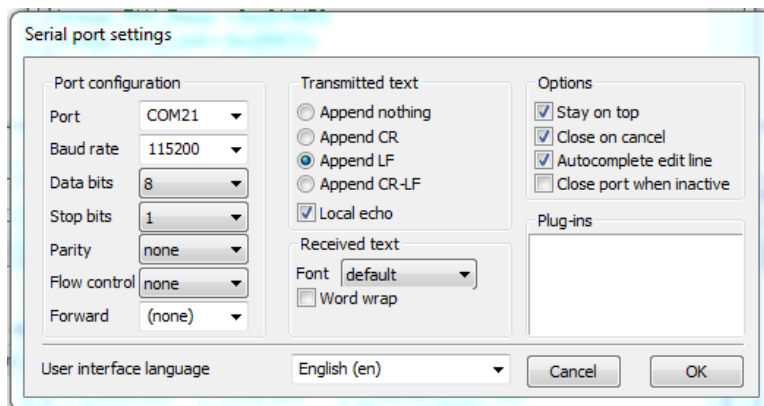

Figura 5: Ventana del programa *Termite*, pestaña *Settings*.
- Introducir la siguiente configuración: 115200 bps, 8 bits, sin paridad, 1 bit de parada, sin control de flujo (ver Figura 5).